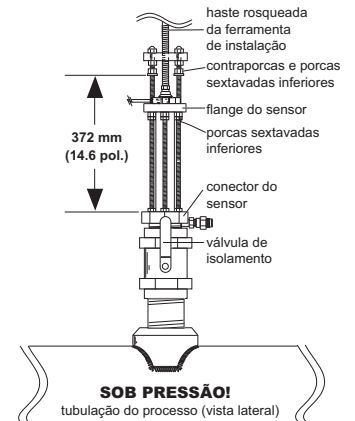

Fig. 15
- B. Atarraxe a ferramenta de instalação e fixe a placa de apoio no lugar da placa protetora do sensor (fig. 15).